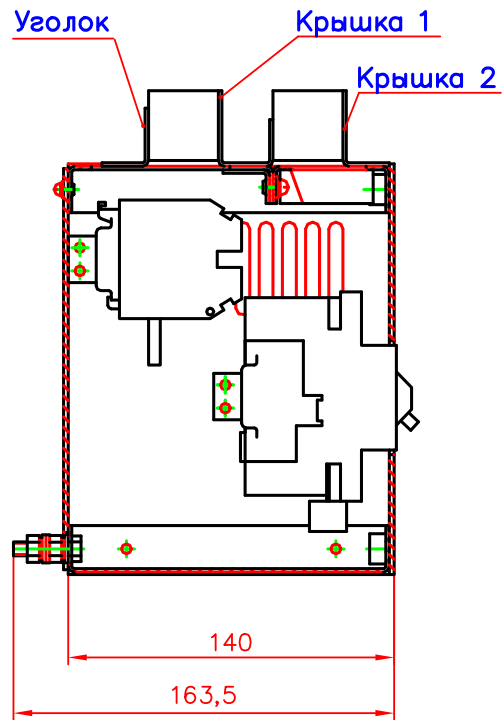

Рис. 3. Вид сбоку (боковая крышка условно не показана).
- снять верхние крышки 1 и 2 (см. рисунок 3);